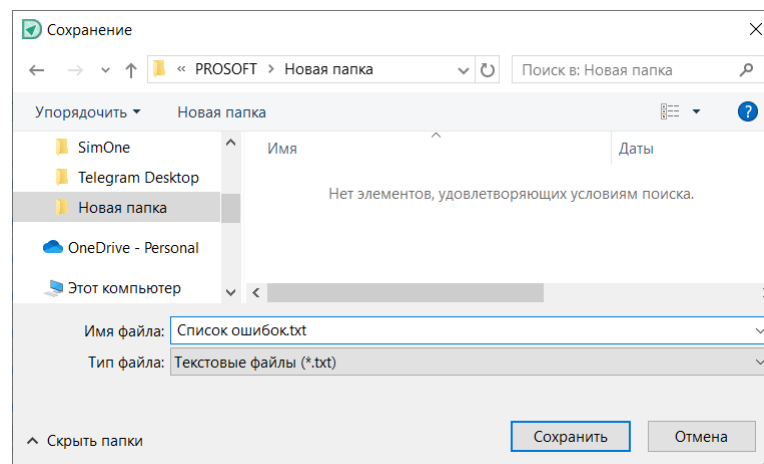

Рис. 531 Сохранение экспортируемого списка нарушений
2. В открывшемся окне проводника укажите место для сохранения файла и его имя, нажмите кнопку «Сохранить», см. Рис. 531.